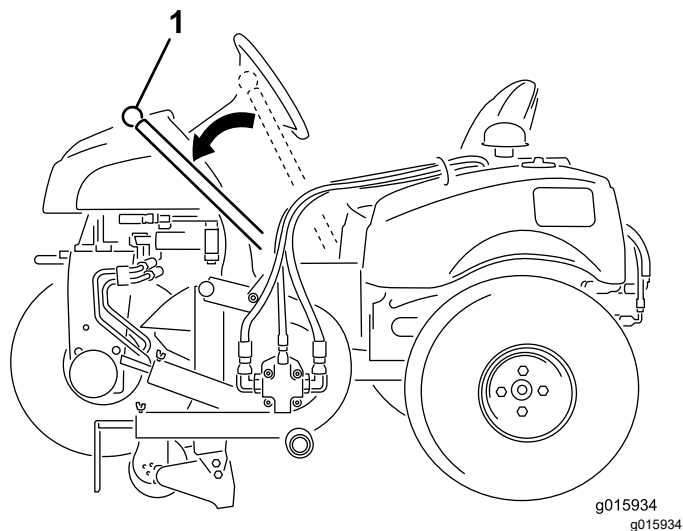

Figure 10
Le levier permet de relever et d'abaisser le coupe-bordures (Figure 10).
2. Poussez la poignée vers l'extérieur et abaissez la lame du coupe-bordures au sol (Figure 10).
- Poussez la poignée vers l'extérieur et relevez la lame du coupe-bordures en position de transport (Figure 10).